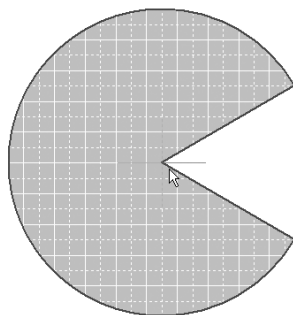
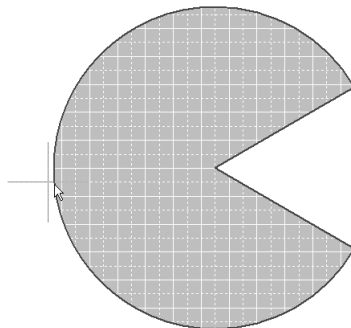

图 3-53 确定扇形圆心
图 3-54 确定扇形半径
2) 将光标移到指定位置，单击鼠标左键确定圆心位置，如图3-53所示。圆心确定后，光标自动跳到扇形的圆周上，移动光标调整半径大小，单击鼠标左键确定扇形的半径，如图3-54所示。